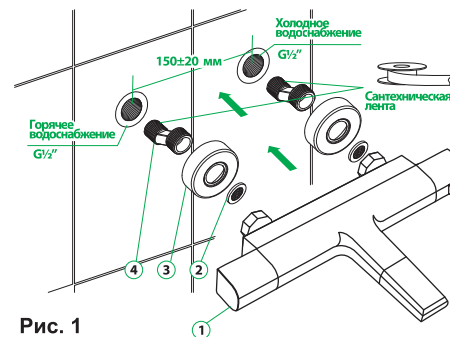

Рис. 1
- Отключите систему холодного и горячего водоснабжения. Винтите эксцентрические переходники (4) (см. рис. 1) в выходы трубопроводов системы водоснабжения, предварительно уплотнив резьбовую часть изоляционным материалом. Подберите положение эксцентрических переходников, при котором они совпадут и будут соответствовать присоединительному положению смесителя. При этом положение смесителя должно быть горизонтальным.
- Установите на эксцентрические переходники (4) декоративные чашки (отражатели) (3), установите прокладки с фильтром и с помощью инструмента с мягкими накладками (для избежания повреждения гальванопокрытия) присоедините корпус смесителя так, чтобы отметка горячей воды на смесителе совпала с эксцентриком подачи горячей воды из водоснабжения. Если при установке излив оказался азратором в верх, переверните его азратором вниз. Фильтр на прокладке имеет выпуклую форму для увеличения фильтрующей поверхности. При установке прокладка должна быть установлена выпуклой стороной к эксцентрику.